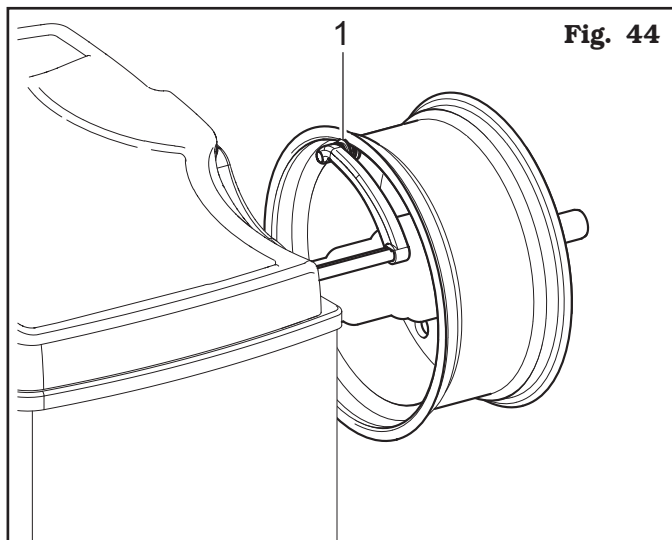

Fig. 44
Placera mätdonets gripdon för avstånd-diameter (**Fig. 44 ref. 1**) på fälgens insida, som indikeras i **Fig. 44**.